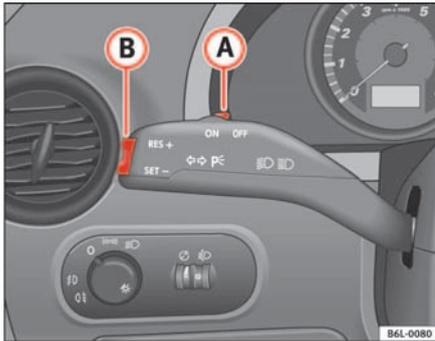

Abb. 102 Blinker- und Fernlichthebel: Schalter und Wippe für GRA
- Drücken Sie den unteren Teil der Wippe **SET** ⇒ Abb. 102 **(B)** einmal kurz, wenn die zu speichernde Geschwindigkeit erreicht worden ist.